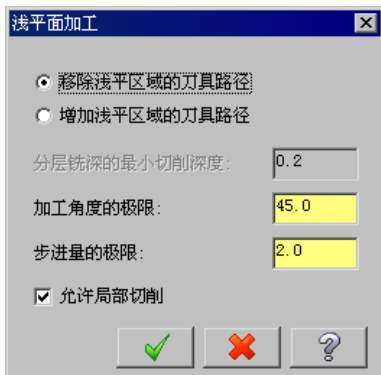

图 10.7.6 “浅平面加工”对话框
- **浅平面加工** 按钮：选中此按钮前面的复选框则表示在等高外形加工过程中同时加工浅平面。单击此按钮，系统弹出图 10.7.6 所示的“浅平面加工”对话框，通过该对话框，用户可以对加工浅平面时的相关参数进行设置。